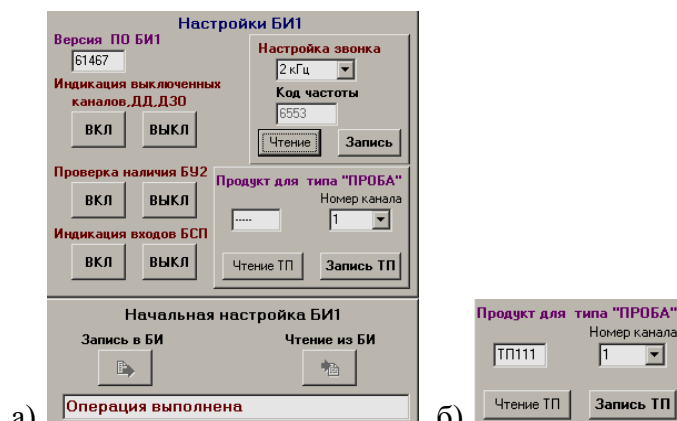
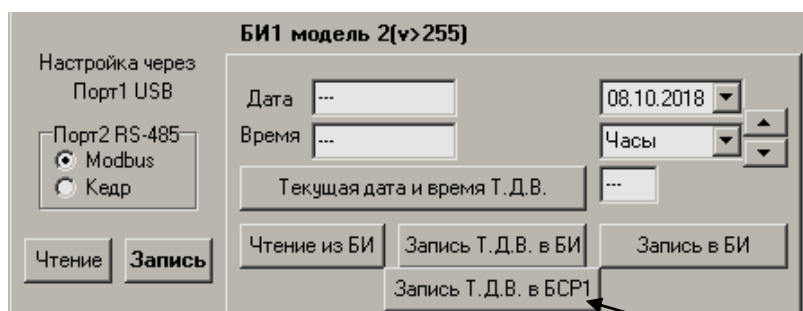
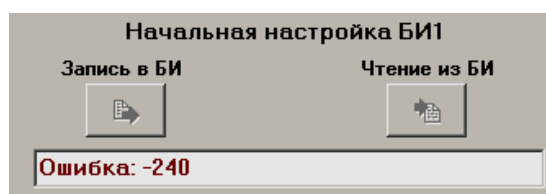
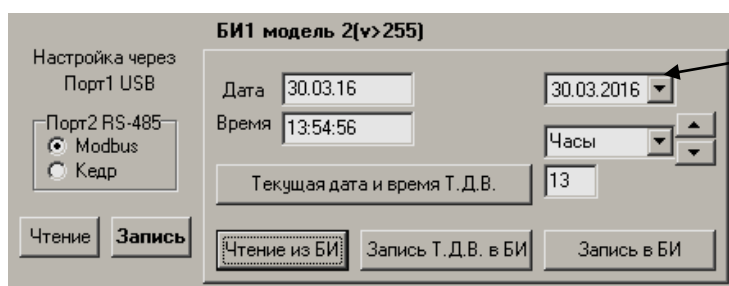

Рисунок 7.39
Рисунок 7.44
Рисунок 7.45
Рисунок 7.46
Нажать на кнопку «ВЫКЛ» под надписью «Индикация выключенных каналов, ДД, ДЗО». При этом на нижнем табло появится надпись «Ждите! Запись в БИ». При успешном выполнении операции на табло «Версия ПО БИ1» отобразится версия ПО, а на нижнем табло появится надпись «Операция выполнена» (рисунок 7.39). Выключенные каналы, ДД1 в Группе ДД, ДЗО в группе ДЗО не индицируются.
Нажать на кнопку «ВКЛ» под надписью «Индикация выключенных каналов, ДД, ДЗО». При этом на нижнем табло появится надпись «Ждите! Запись в БИ». При успешном выполнении операции на табло «Версия ПО БИ1» отобразится версия ПО, а на нижнем табло появится надпись «Операция выполнена» (рисунок 7.39). Выключенные каналы, ДД1 в Группе ДД, ДЗО в группе ДЗО индицируются на БИ1 с признаком «выключен».
Выбрать значение параметра «Порт 2 RS-485»: «Modbus» или «Кедр» (рисунок 7.44), а затем нажать на кнопку «Запись» (рисунок 7.44). При успешном выполнении операции на нижнем табло появится надпись «Операция выполнена» (рисунок 7.39). При попытке выполнить операцию для БИ1 Модель 1 на нижнем табло появится надпись «Ошибка:-240» (рисунок 7.45).
Запись текущей даты и времени в БИ1. Нажать на кнопку «Запись Т.Д.В.. в БИ» (рисунок 7.44). При успешном выполнении операции на нижнем табло появится надпись «Операция выполнена» (рисунок 7.39).
Редактирование даты и времени и запись в БИ1. Нажать на кнопку «Чтение из БИ» (рисунок 7.46). При успешном чтении на табло «Дата» и «Время» отобразятся значения считанные из БИ1. Выбрать новую дату (рисунок 7.46). Последовательно выбирая параметр «Часы», «Минуты», «Секунды» отредактировать соответствующее значение, используя кнопки со стрелками вверх и вниз. Нажать на кнопку «Запись в БИ» (рисунок 7.46). При успешном выполнении операции на нижнем табло появится надпись «Операция выполнена» (рисунок 7.39а).
7.6.7.1 Ввести имя продукта из 5-ти знаков для отображения на БИ1 Модель 2 (рисунок 7.39б) и нажать на кнопку «Запись ТП». Для возврата к отображению с именем «ПРОБн» ввести первым знаком символ “—” и нажать на кнопку «Запись ТП».